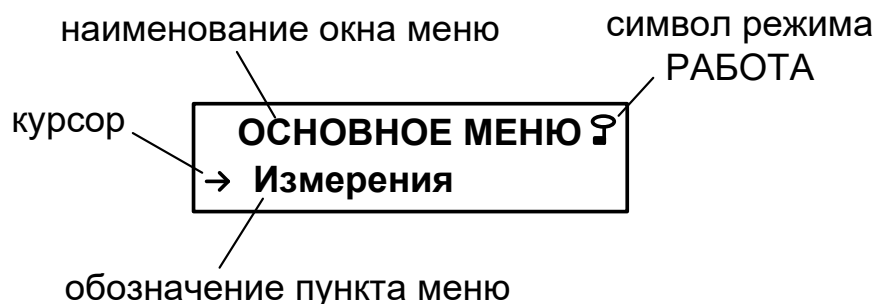

Рис.6. Вид окна индикации основного меню.
5.2.1.3. Окно индикации меню (рис.6) содержит: